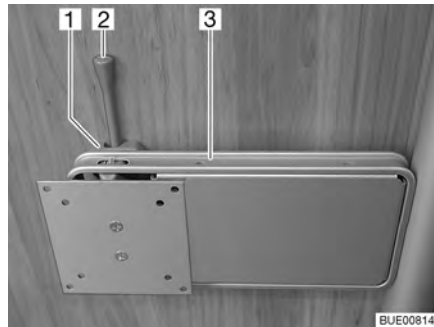

Fig. 51 Supporto su colonna
- Spingere di lato la leva di sbloccaggio (Fig. 51,2) e ruotare il supporto (Fig. 51,3) con lo schermo piatto nella posizione desiderata.
- Riportare indietro lo schermo piatto finché il supporto (Fig. 51,3) non si innesta nel bloccaggio (Fig. 51,1).